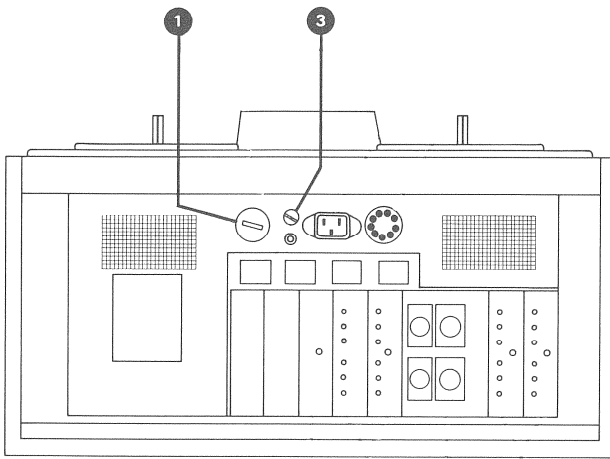

Fig. 1.5.-1
**Primär-Sicherung:** ③ (siehe auch Fig. 1.5.-1)